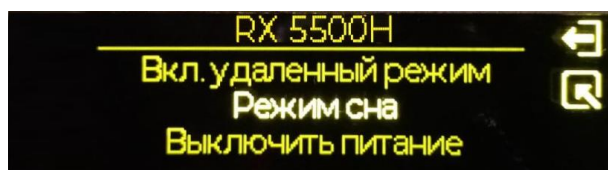

Рисунок 18 – Выбор пункта общего меню «Режим сна»
2.4.4.5 Для ввода изделия в режим сна необходимо однократно нажать кнопку «» и с помощью манипулятора выбрать «Режим сна» (см. рисунок 18).